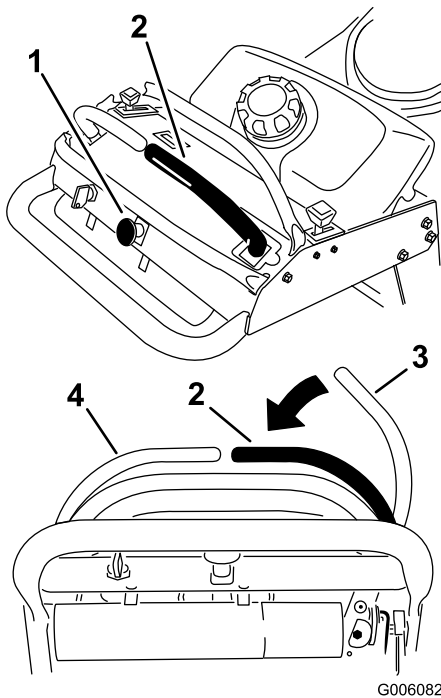

Figure 6
1. Pour engager les lames du plateau de coupe, placez le levier de commande de déplacement droit au centre, en position déverrouillée (Figure 6).